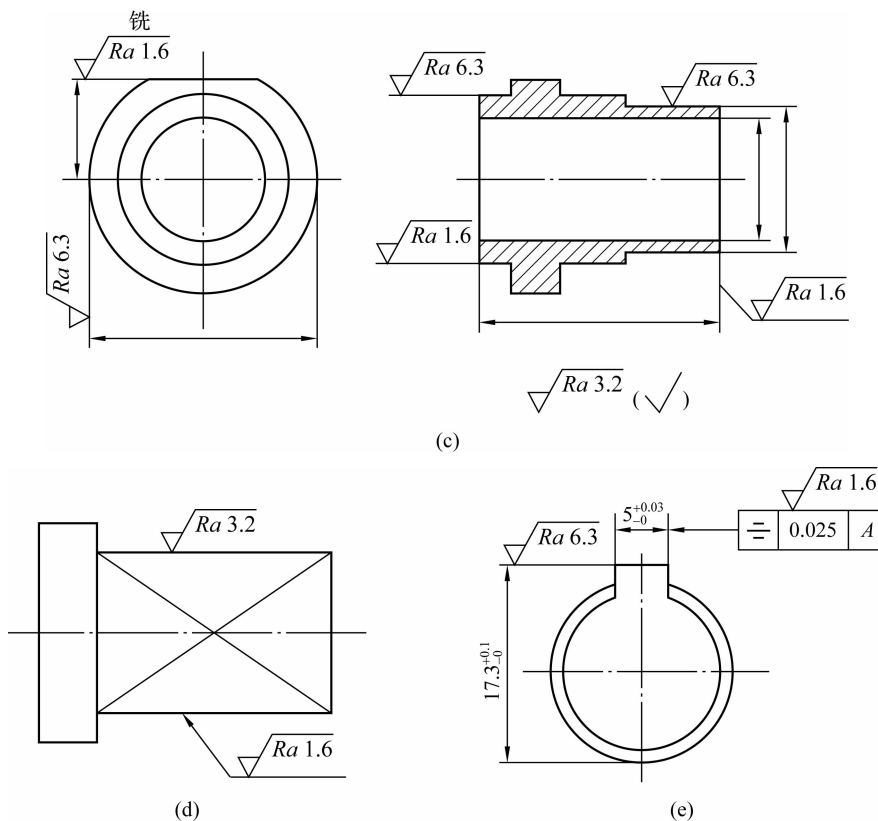

图 1-1-11 表面粗糙度在图样上的标注
- (1) 表面结构要素对每一个表面一般只注一次。
- (2) 表面结构的注写和读取方向与尺寸注写和读取方向一致,可注写在轮廓线上,其符号应从材料外指向接触表面。必要时,表面结构也可用箭头或带黑点的指引线引出标注,如图 1-1-11(a)所示。
- (3) 在不引起误解的地方,也可注写在尺寸线上,如图 1-1-11(b)所示。
- (4) 圆柱和棱柱表面结构要求只注写一次,如图 1-1-11(c)所示。如果每个棱柱表面有不同的表面要求,则需要分别标注,如图 1-1-11(d)所示。
(5) 表面结构要素也可以注写在公差框格上方, 如图 1-1-11(e) 所示。